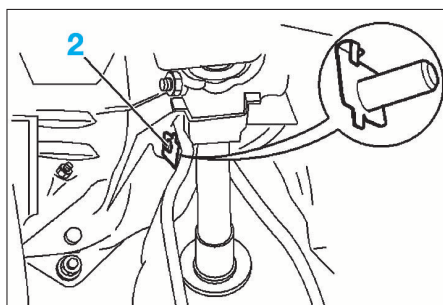

FIG. 11
- l'axe (2) (Fig.11) de pédale de frein.